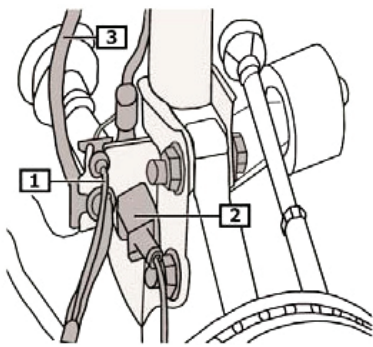
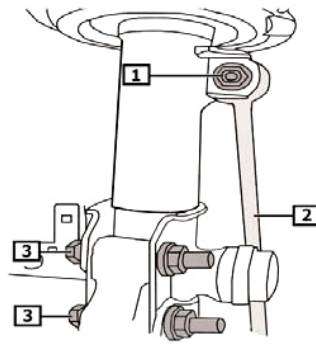
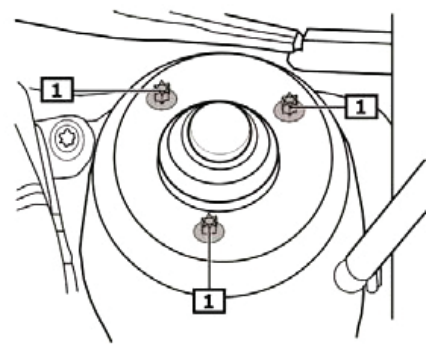

Fig. 1:
Fig. 2:
Fig. 3:
- **Fig. 1** Bremsverschleiß-Sensorleitung (1) und Bremsschlauch (3) aus Halterung clippen.
- Halterung (2) der ABS Sensorleitung abbauen.
- **Fig. 2** Koppelstange (2) vom Federbein abschrauben (1), dabei Gelenkkugelbolzen mit Gabelschlüssel gegenhalten.
- Untere Federbeinbefestigung (3) ausschrauben und Federbein vom Achsschenkel trennen.
- **Fig. 3** Im Motorraum die drei Befestigungsschrauben (1) abschrauben, dabei Federbein gegenhalten.
- **Fig. 1** Unclip brake wear sensor cable (1) and brake hose (3) from mount.
- Remove mount (2) for the ABS sensor cable.
- **Fig. 2** Unscrew (1) coupling rod (2) from suspension strut, while securing the bolt on the articulated joint with a fork wrench.
- Unscrew lower suspension strut attachment (3) and separate suspension strut from steering knuckle.
- **Fig. 3** In the engine compartment, unscrew the three attachment screws (1) while securely holding the suspension strut.
- **Fig. 1** Déclipser de leur support le capteur de câble d'usure de frein (1) et le flexible de frein (3).
- Démonter le support (2) du câble de capteur d'ABS.
- **Fig. 2** Dévisser la bielle de connexion (2) de la jambe de force (1), tout en soutenant, à cette occasion, le boulon de l'articulation à cardan à l'aide d'une clé à fourche.
- Dévisser la fixation inférieure de la jambe de force (3) et séparer la jambe de force de la fusée d'essieu.
- **Fig. 3** Dans le compartiment moteur, dévisser les trois vis de fixation (1) tout en soutenant à cette occasion la jambe de force.
- **Fig. 1** Extraer el cable del sensor de desgaste de freno (1) y el manguito del freno (3) de la sujeción.
- Desmontar la sujeción (2) del cable del sensor del ABS.
- **Fig. 2** Desatornillar del amortiguador (1) la barra de acoplamiento (2), contrarrestando el perno de rodamiento de articulación con la llave de boca.
- Desatornillar la sujeción inferior del amortiguador (3) y separar el amortiguador del cuello del eje.
- **Fig. 3** Desatornillar en el habitáculo del motor las 3 tuercas de sujeción (1), contrarrestando el amortiguador.